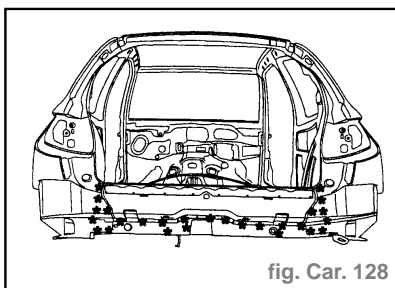

fig. Car. 128
- Découper le panneau arrière par fraisage des points (fig. Car. 128).